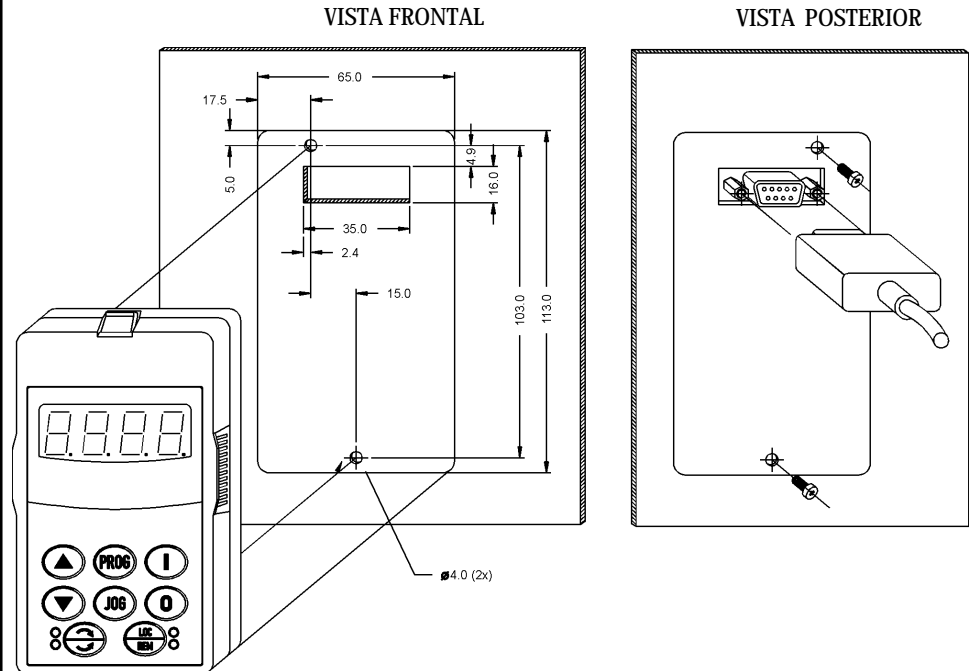

Figura 8.11 - Detalhe da instalação mecânica da
1) Conectar o módulo MIR-8R ao inversor - seguir procedimento apresentado no item 8.2.3 (Instalação dos Módulos de Comunicação Serial MCW).
- Lado com conector metálico tipo DB9: conectar na IHM-8R (ver figura 8.11).